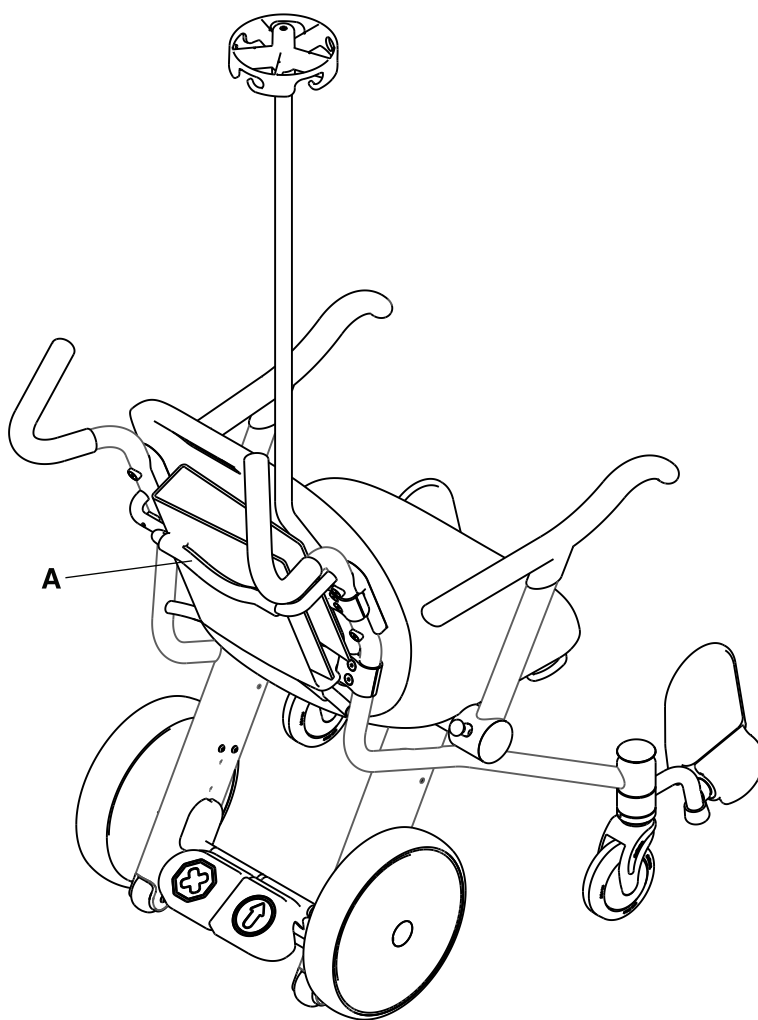

Fig. 8-12: Opbevaring af journaler i holderen
Brug journalholderen til opbevaring og transport af patientens journaler (A) (Fig. 8-12 på side 8-22). Journalholderen kan rumme et 3 tommers ringbind (3 ringe).